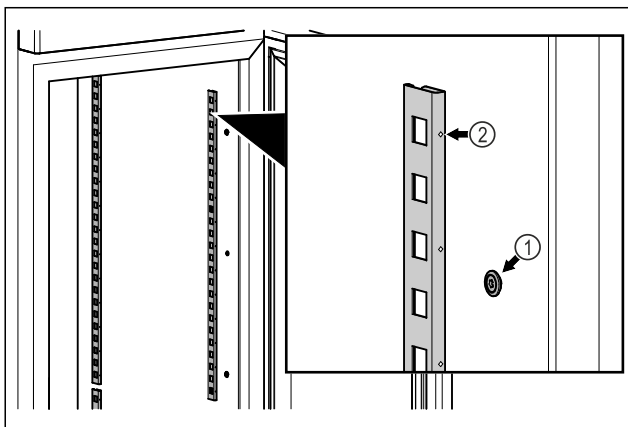

Fig. 48 Vejledende illustration
- ▶ Hægt glaslisterne Fig. 48 (1) fast i ophængen. Mærket Fig. 48 (2) skal pege fremad.